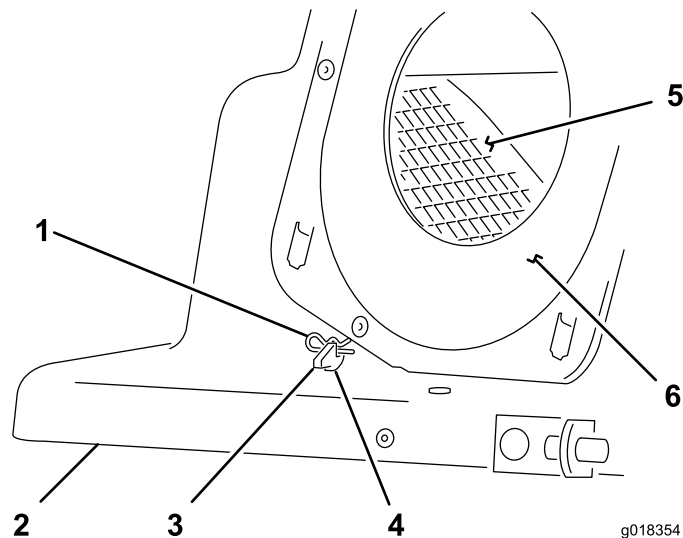

Figure 9
- Fixez le déflecteur sur le capot en insérant les goupilles fendues dans les trous des pattes de montage du déflecteur, comme montré à la Figure 9.